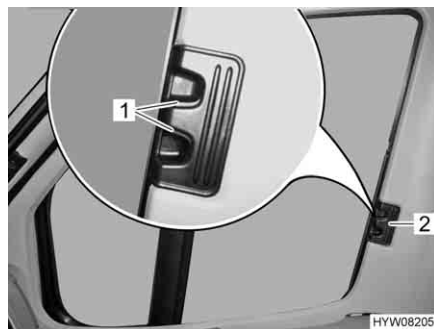

Fig. 16 Tendina oscurante pieghevole per il finestrino del conducente/passeggero
- Premere le maniglie di sbloccaggio (Fig. 16,1) e mantenerle premute.
- Con la levetta (Fig. 16,2) tirare le tendine oscuranti pieghevoli per il finestrino del guidatore e del passeggero verso l'altro lato della finestra e congiungerle alle strisce magnetiche.
- Inserire fino all'arresto le tendine oscuranti pieghevoli per il finestrino del guidatore e del passeggero per la maniglia (Fig. 16,2).
- Rilasciare le maniglie di sbloccaggio (Fig. 16,1) e mantenerle innestate.